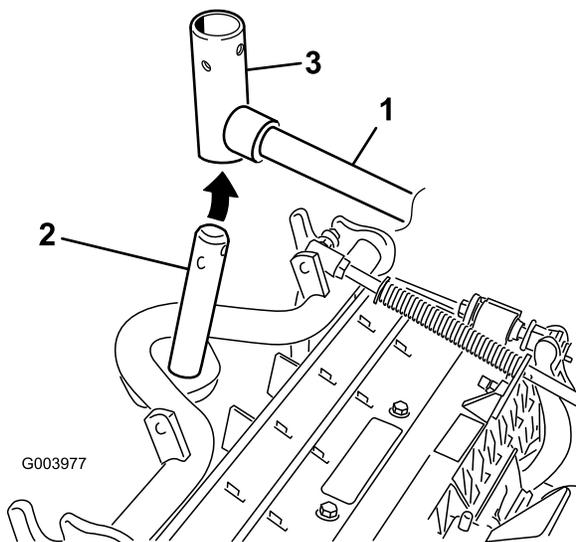

図 8
8. フロントに取り付けるCuttingユニットは、昇降アームの下に入れるときにキャリア・フレームのシャフトを立てて昇降アームのピボット・ヨークに挿入する（図 8）。
B. 昇降アームのヨークをキャリア・フレームのシャフトに通す (図 8)。